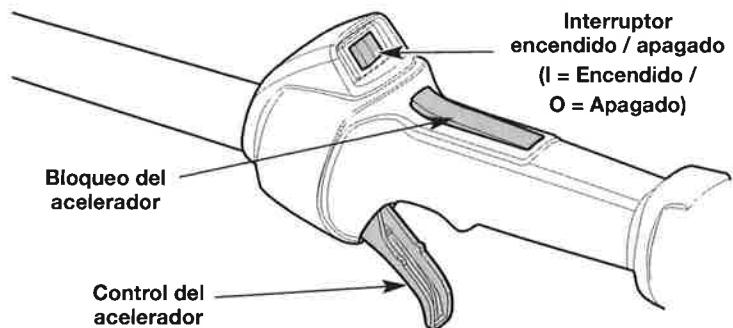

Fig. 11
**NOTA:** No hay necesidad de encender la unidad. El interruptor de Encendido/Apagado debe estar en la posición **Encendido (I)** en todo momento (Fig. 11).
5. Oprima y mantenga el bloqueo de acelerador. Apriete y mantenga apretado el control del acelerador (Fig. 11). Tire de la cuerda con movimiento controlado y firme hasta que la unidad arranque (Fig. 13).
2. Oprima y no suelte el interruptor de control de Encendido y Apagado en la posición **Apagado (O)** hasta que el motor se detenga por completo (Fig. 11).
- NOTA:** No hay necesidad de encender la unidad. El interruptor de Encendido/Apagado debe estar en la posición **Encendido (I)** en todo momento (Fig. 11).
6. Oprima y mantenga el bloqueo de acelerador. Apriete y mantenga apretado el control del acelerador (Fig. 11). Eche a andar el accesorio Speed Start™ por intervalos no mayores de 2 segundos cada vez hasta que la unidad arranque.